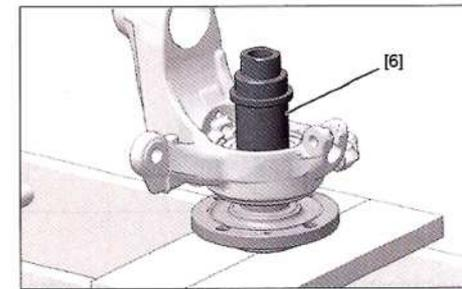

FIG. 41
- Colocar el útil [6] (Fig.41).